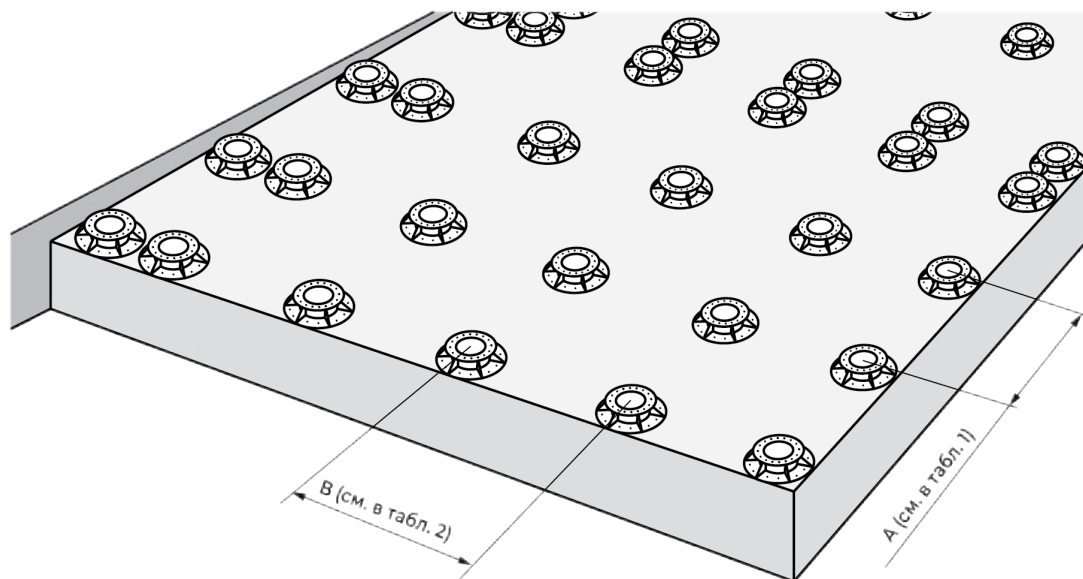
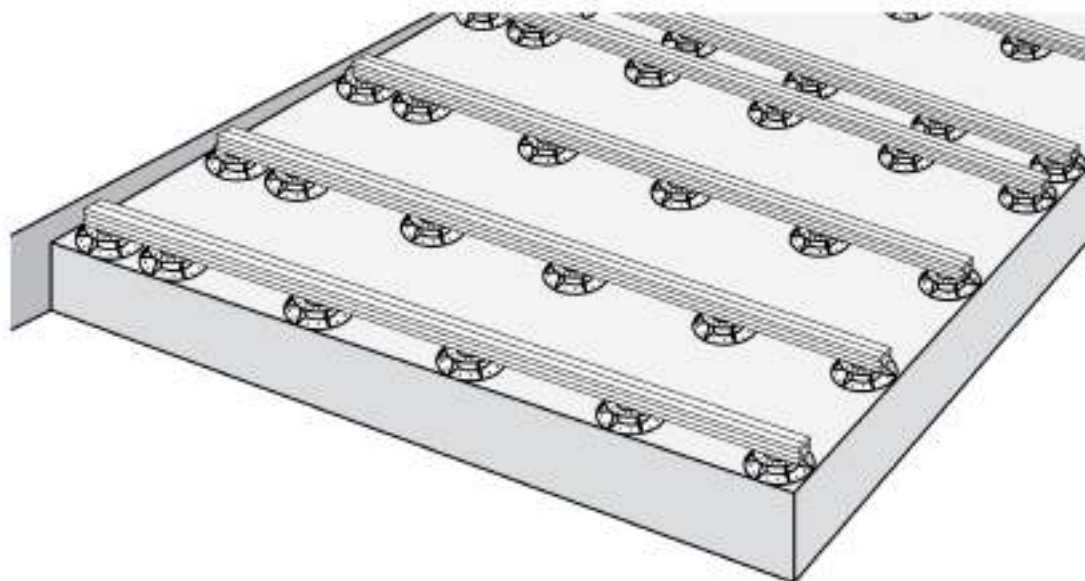

Рис.7
Рис.8
2. На основание устанавливают регулируемые опоры с шагом не более В (см. табл.2) по направлению укладки лаги, чтобы расстояние между лагами (по центрам) не превышало А (см. табл.1) (рис.7). Далее лаги из специального алюминиевого профиля вщелкивают в держатель лаги регулируемой опоры. В месте стыков торцов досок, лаги располагаются с каждой стороны от стыка на расстоянии не более 50 мм (рис.8).